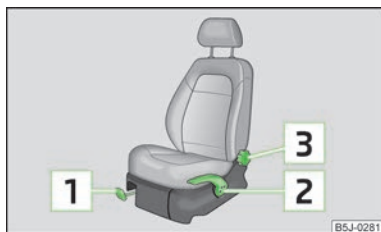

Fig. 37
- Trageți în sus de maneta **1** » fig. 37 și deplasați scaunul în poziția dorită.
- Dacă doriți să ridicați scaunul, ridicați maneta **2** » fig. 37 în sus, respectiv pompați.
- Eliberați spătarul (nu vă sprijiniți) și rotiți rozeta **3** » fig. 37 pentru a regla înclinația spătarului.